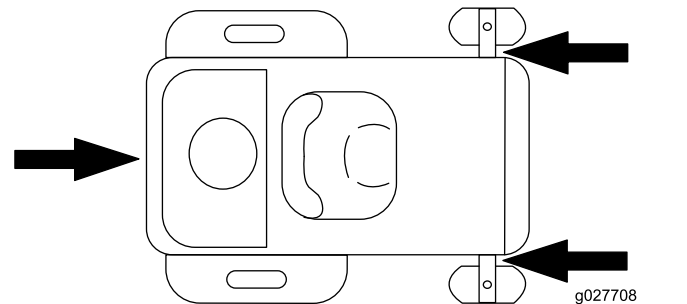

Figure 30
- Arrimez la machine près des roues pivotantes avant et du pare-chocs arrière (Figure 30).